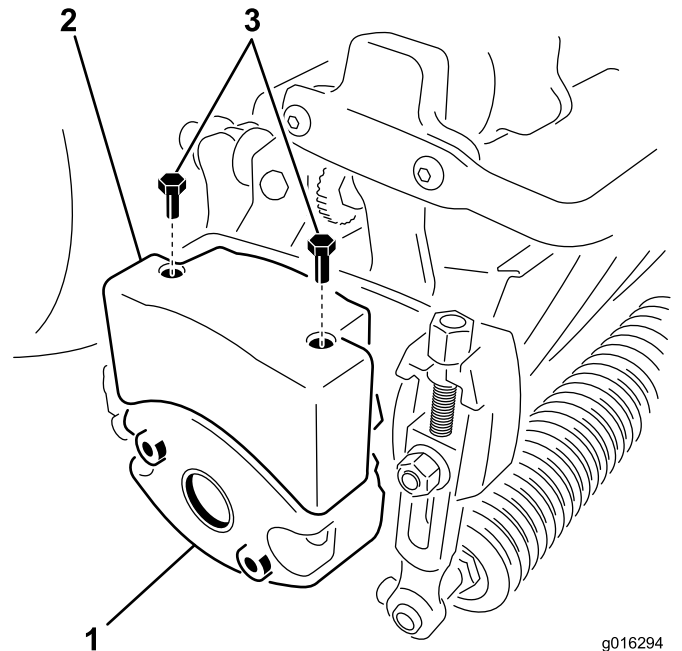

図 10
4. ウェイトをカッティングユニットの側面に固定しているボルト(2本)を外す(図10)。
6. カッティングユニットのウェイトに上部ウェイトを取り付ける；六角ヘッドねじ2本を使用する(図10)。